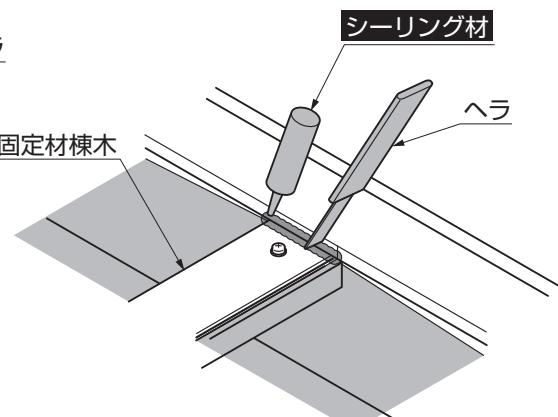

図10-4 B部詳細図
②B部ダブル屋根の屋根固定材棟木、屋根固定材カバー端部・中間の接合部へシーリング処理してください。(図10-4参照)